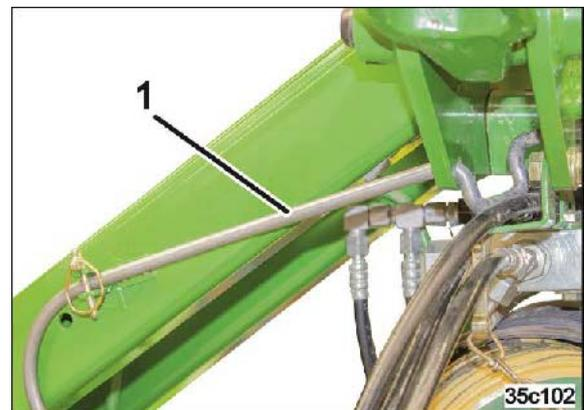

图 85
12. 将钩杆固定到运输支架上并用一个制轮楔（图 85/1）固定住。